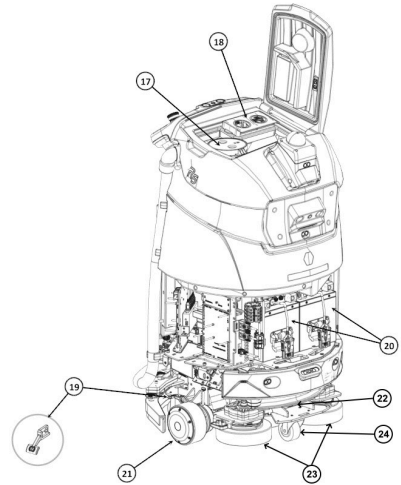

Figura 3
- 17. recipiente de sujidade grossa (Figura 3)
- 18. filtro HEPA (Figura 3)
- 19. alavanca de segurança (Figura 3)
- 20. bateria (Figura 3)
- 21. roda de tração (Figura 3)
- 22. filtro de água (Figura 3)
- 23. cabeça de limpeza (Figura 3)
- 24. rodízio (Figura 3)